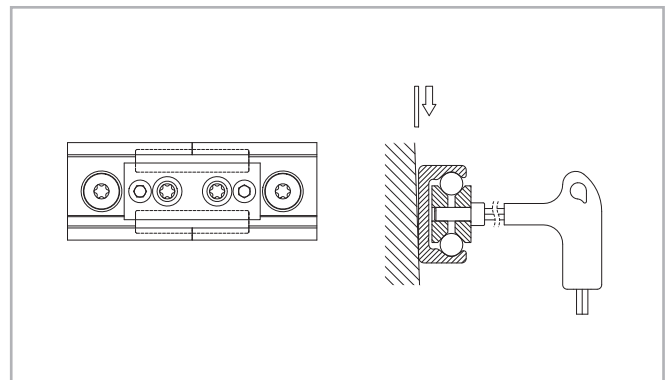

Abb. 118
- (3) Platzieren Sie die Fluchtvorrichtung am Schienenstoß und ziehen Sie beide Einstellschrauben gleichmässig an, bis die Laufbahnen ausgerichtet sind (s. Abb. 118).
- (4) nach dem vorangegangenen Schritt (3) ist zu prüfen, ob beide Schienenrückseiten plan auf der Montagefläche aufliegen. Sollte sich dort ein Spalt gebildet haben, so ist dieser zu unterlegen.